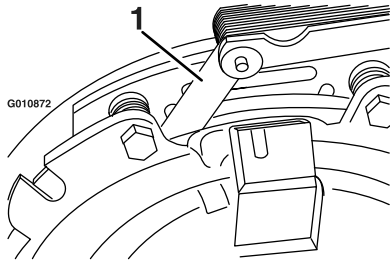
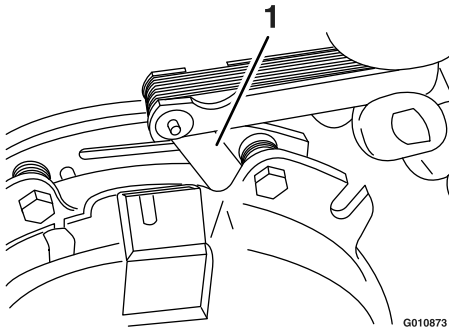

Figure 84
Figure 85
- E. A l'aide d'une jauge d'épaisseur de 0,25 mm (0,01 po), vérifiez qu'il existe un entrefer entre le rotor et la face de l'induit, de chaque côté du pôle de frein, comme montré à la Figure 84 et la Figure 85.